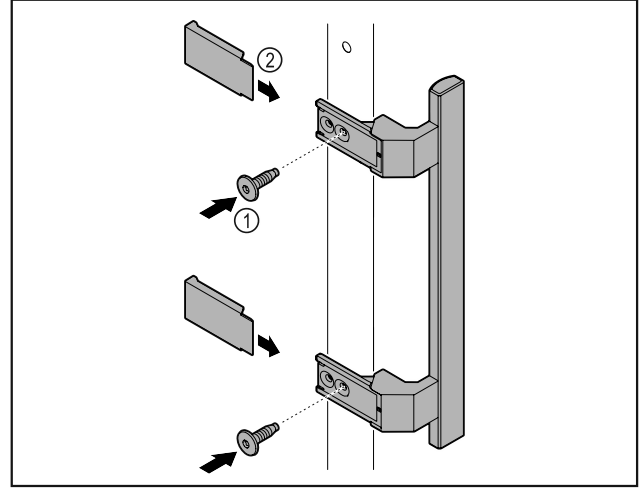

Fig. 2
- Kiinnitä oheispakkauksessa oleva kahva mukana olevilla ruuveilla Fig. 2 (1) oveen.
- Aseta suojuks Fig. 2 (2) paikalleen.